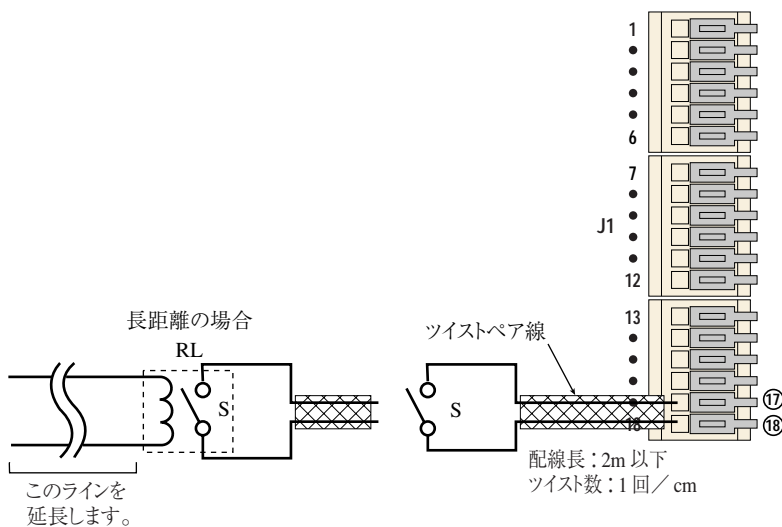

図 4-8 接点 S の接続
2. J1 端子台の 17 と 18 端子に接点 S (スイッチ) を図 4-8 のように接続します。